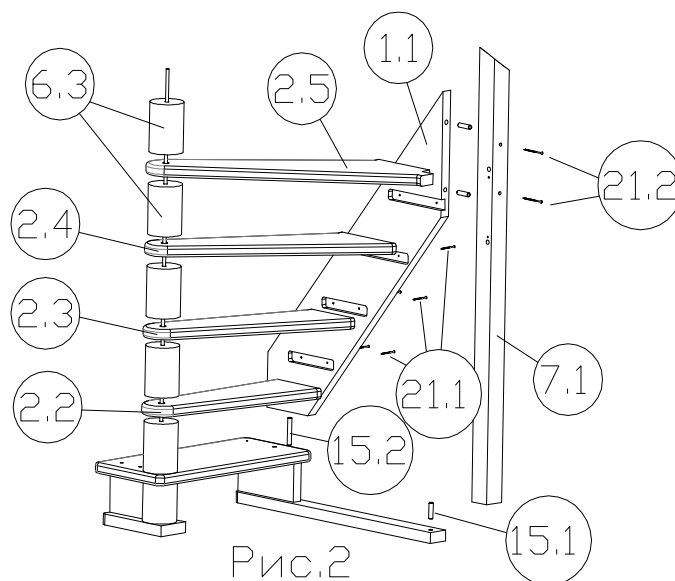

Рис.2
2. Вставить шкант L=100мм (15.2) в отверстие ступени (2.1) и шкант L=60мм (15.1) в отверстие основания (4.2). Надеть на шкант (15.1) столб опорный (7.1). Установить тетиву 1 (1.1) на шкант (15.2) и присоединить ее к столбу при помощи шкантов L=60мм (15.1). Надеть на штангу втулку (6.3), затем надеть ступень (2.2) и вставить противоположный ее край в паз тетивы. Установить таким образом 4 ступени (как показано на рис.2). Притянуть стоб к тетиве саморезами L=100мм (21.2) и ступени к тетиве саморезами L=70мм (21.1).